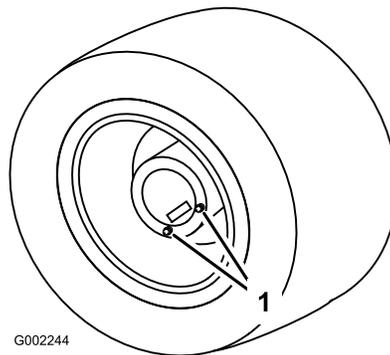

Рисунок 80
1. Поставьте опрыскиватель на ровную поверхность так, чтобы задние колеса были установлены в положение для слива (Рисунок 80).
- Поместите поддон под пробки сливных отверстий и снимите их с колеса (Рисунок 80).